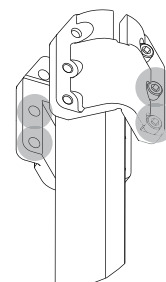

Рис. 51. Затяните остальные винты
6. Затяните остальные винты по схеме «крест-накрест» с тем же моментом затяжки. См. рис. 51.
18. Затяните остальные винты по схеме «крест-накрест» (см. рис. 51) с тем же моментом затяжки.